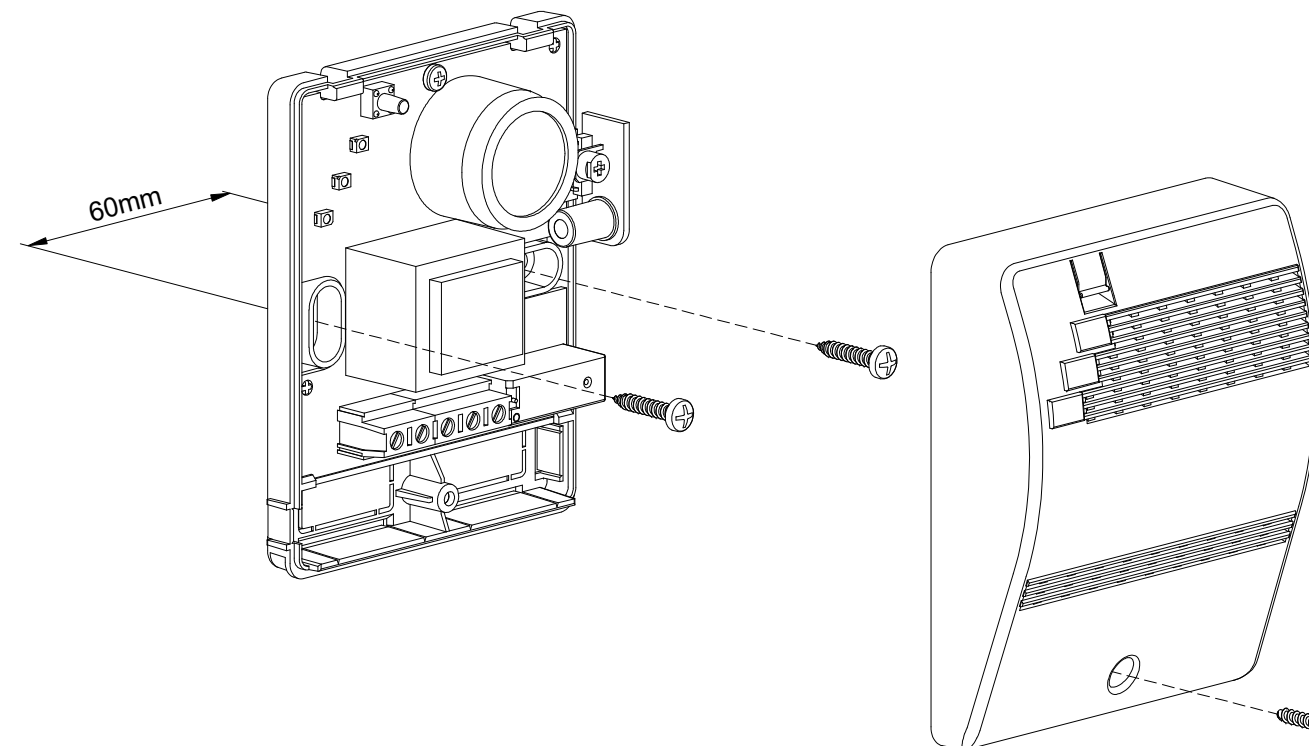

Fig. 2: Esempio di installazione di un BEAGLE *plus* -.
3. Rimuovere la calotta come indicato in Fig. 2.